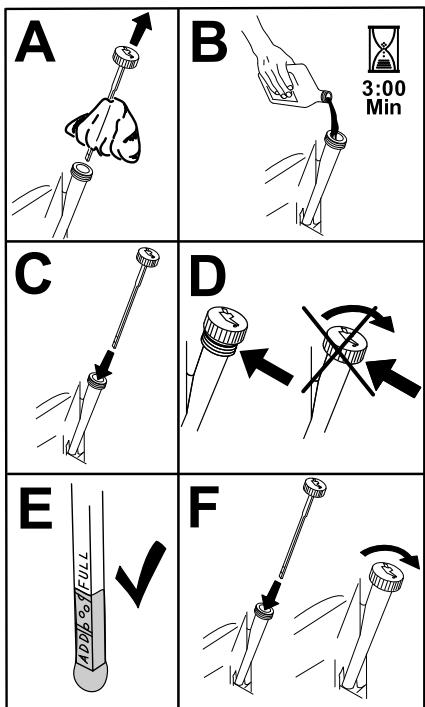

Figura 56
- Vierta lentamente un 80% aproximadamente del aceite especificado por el tubo de llenado, luego añada lentamente el resto del aceite hasta que llegue a la marca de Lleno (Figura 56).